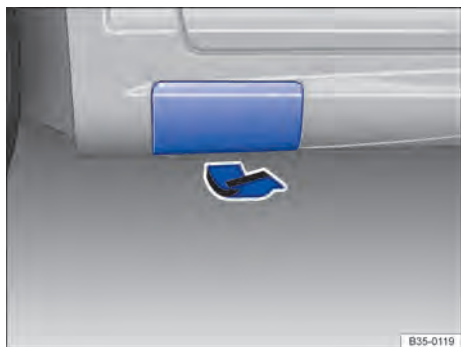

Fig. 232 Atrás no lado esquerdo do veículo: reba-ter a cobertura.
O macaco pode ser colocado somente nos pontos de recepção do macaco mostrados e somente com a cobertura aberta ⇒ Fig. 232. É válido o ponto de apoio localizado próximo à roda correspondente ⇒ ⚠.
7. Retirar a cobertura da soleira lateral: para isso, puxar com força, mas com cuidado, na direção da seta. A cobertura é fornecida com uma cinta de fixação ⇒ Fig. 232.